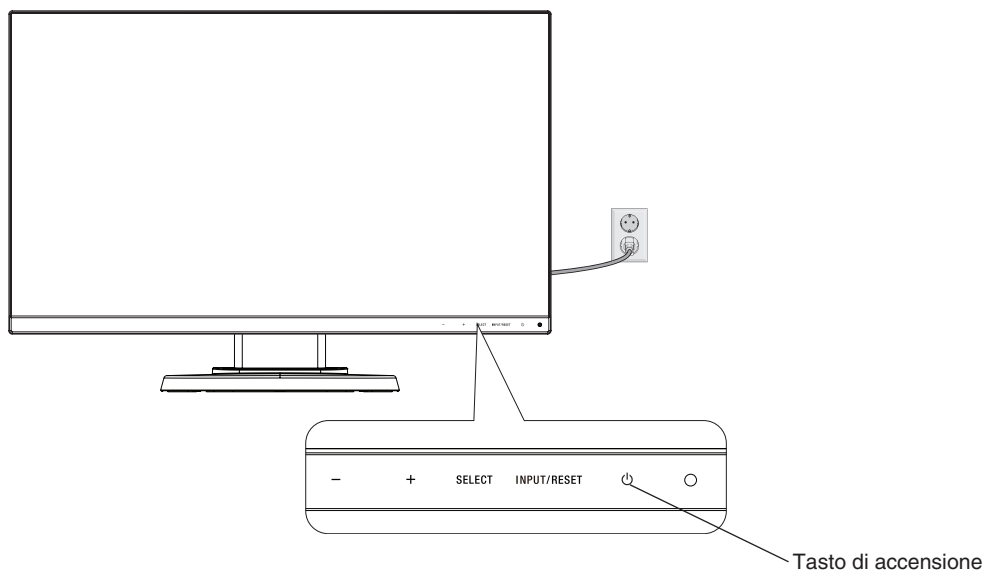

Figura E.1
8. Accendere il computer e il monitor toccando il tasto di accensione sul bordo frontale (**Figura E.1**).